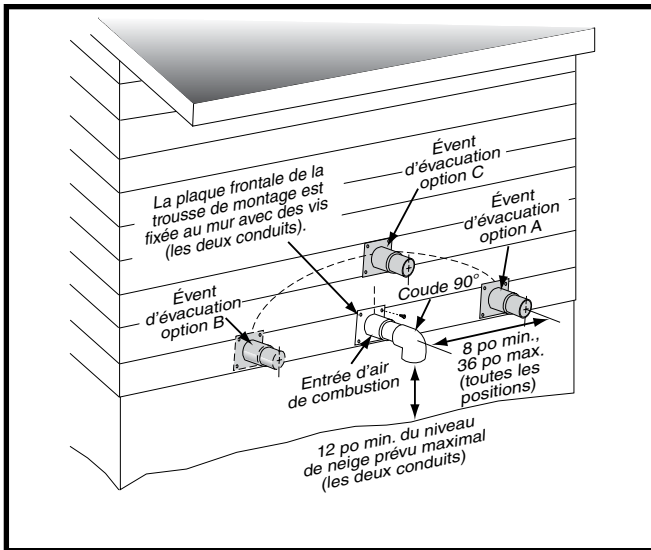
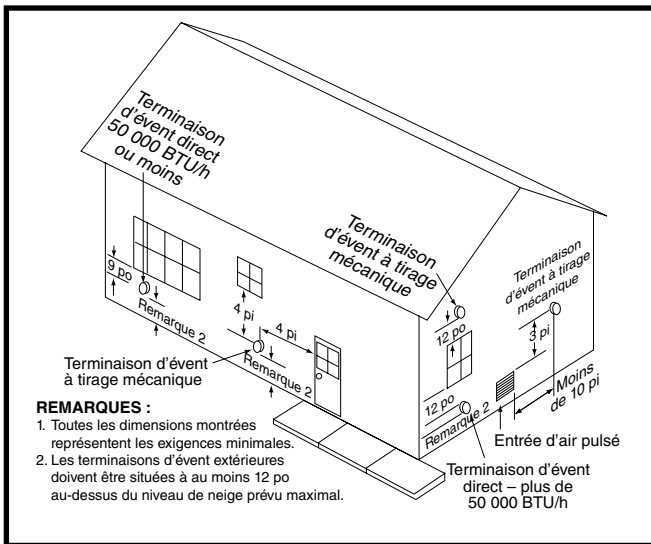
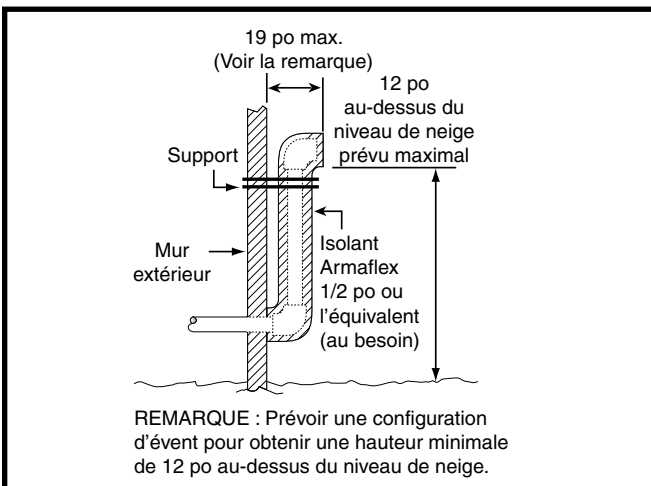
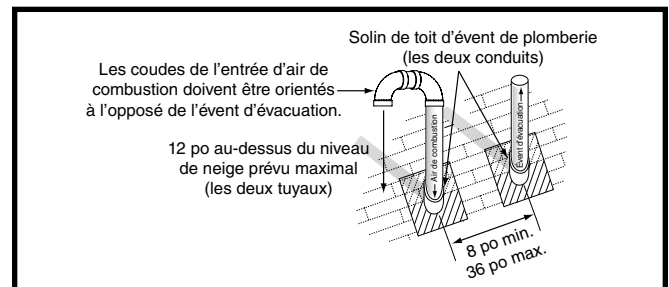

Figure 7. Dégagements du conduit d'admission et du conduit d'évacuation
Figure 8. Emplacements de l'évent
Figure 9. Autre installation d'un conduit d'évent horizontal
Figure 10. Terminaison d'évent vertical
- Si on utilise un système à évacuation directe (2 conduits), l'admission d'air de combustion et l'évacuation doivent être situées dans la même zone de pression atmosphérique. Cela signifie que les deux conduits doivent sortir du bâtiment par la même section de mur extérieur ou de toit, comme indiqué aux Figure 7, Figure 8, (page 12), Figure 9, (page 12), et Figure 10, (page 12).
- Les terminaisons d'évent et d'admission d'air de combustion doivent être installées comme indiqué aux Figure 7 et Figure 8, et conformément à ces directives :
- Tous les dégagements minimaux doivent être maintenus pour protéger les matériaux du bâtiment contre la dégradation causée par les gaz de combustion. Consulter la Figure 8.
- Lorsque le conduit d'évent doit sortir par un mur extérieur à proximité du niveau du sol ou du niveau de neige prévu et qu'il n'est pas possible d'obtenir les dégagements indiqués à la Figure 7, il est possible d'utiliser une conduite montante, comme indiqué à la Figure 9. Il faut utiliser de l'isolant pour éviter le gel de cette section de conduit. Consulter la section Protection contre le gel du conduit d'évent.
Les exigences relatives à l'espacement des terminaisons entre le toit et entre chaque terminaison sont indiquées à la Figure 9. L'endroit où le conduit traverse le toit doit être doté d'un solin approprié et étanche; on peut utiliser un chaperon de toit ou un solin équivalent. La tuyauterie d'événement et la tuyauterie d'air de combustion peuvent être installées dans une cheminée existante non utilisée, à condition que :
- les dégagements de terminaison indiqués à la Figure 10 soient maintenus;